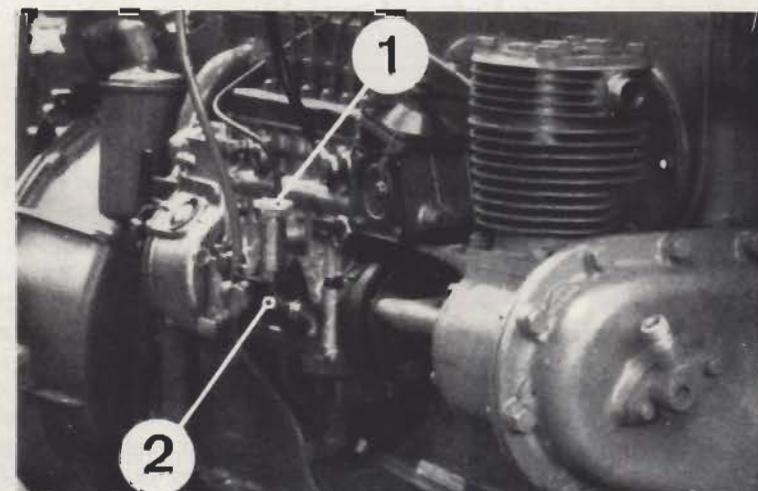

Fig. 3.1. Bombas de alimentación y cebado
3.2. BOMBA DE ALIMENTACION Y BOMBA DE CEBADO (Fig. 3.1)
La de cebado sirve para cebar la propia bomba de alimentación, así como los filtros y la bomba de inyección, y facilitar la eliminación de aire en caso de vaciado de las tuberías después de períodos de inactividad del vehículo. Para su funcionamiento aflojar la empuñadura (1, fig. 3.1) e imprimir un movimiento de arriba hacia abajo, hasta que tuberías, filtros y bombas queden libres de aire y llenos de combustible.